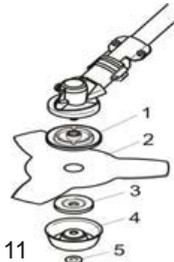

Fig. 11
2. Aperte com firmeza o disco. Fig.11